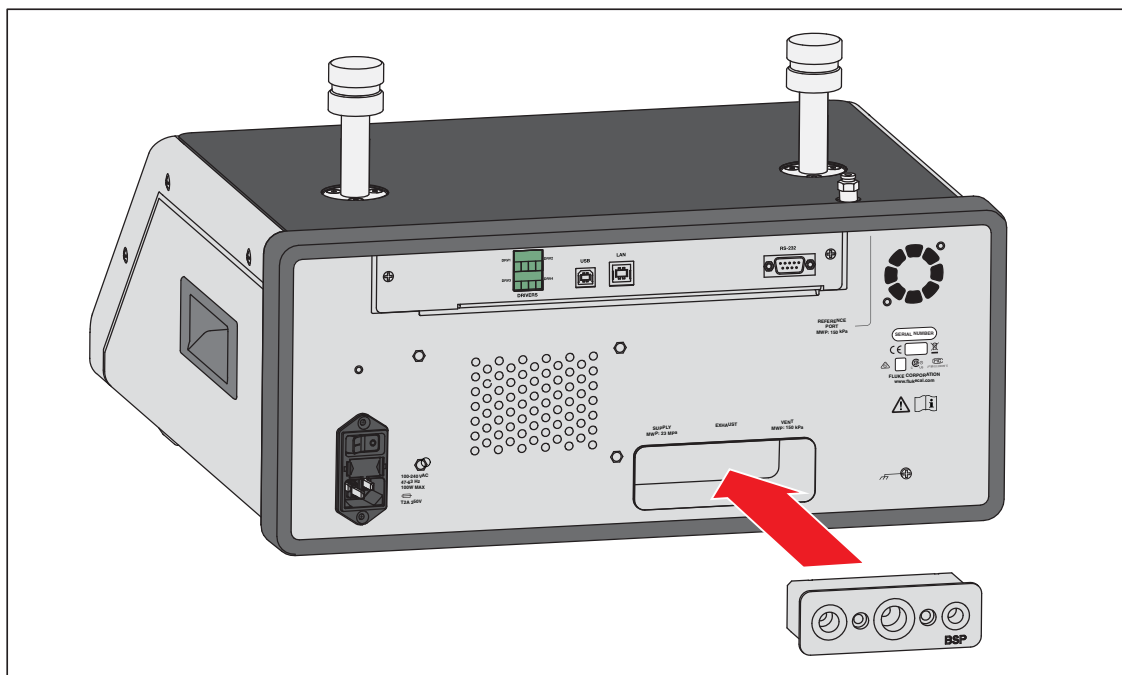

图 29. 接口模块安装
3. 更换接口模块并拧紧四颗螺栓，扭矩为：6.2 N m (55 lbf in)。参见图 29。